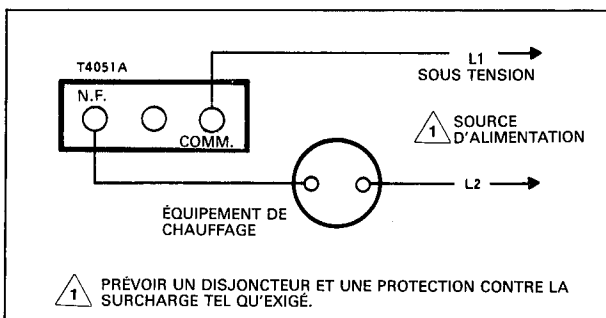

FIG. 5—RÉGULATEUR DE CHAUFFAGE T4051A.
5. Brancher les fils du système de chauffage et/ou de refroidissement de l'équipement de la série 60, aux bornes arrière du thermostat (figures 5 à 15).